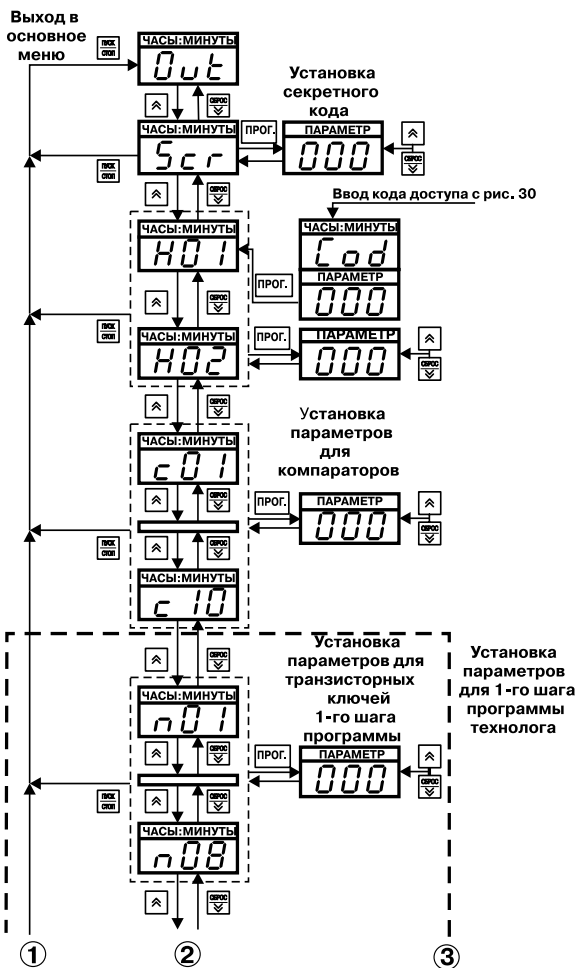

Рис. 31. Схема, поясняющая программирование на уровне L1
Для выхода из уровня программирования L2 необходимо нажать кнопку **ПУСК/СТОП** (см. рис. 31), после чего прибор перейдет в состояние «0ut» основного меню.
4.2.4.1. На рис. 31 изображена схема, поясняющая программирование на уровне L1, где задаются значения параметров программ управления (программ технолога). На индикаторе «ЧАСЫ:МИНУТЫ» отображаются имена параметров программ управления, на индикаторе «ПАР.МЕТР» – значения параметров (см. прил. Д).
Примечание. Все параметры, изображенные на рис. 31, кроме двух самых верхних и двух самых нижних прямоугольников, принадлежат только одной программе управления (программе технолога).
Продолжение рис. 31